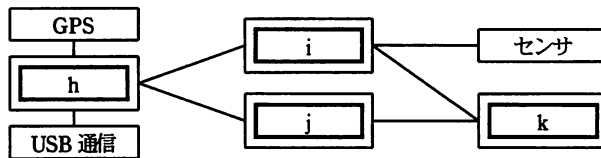

図 5 天体望遠鏡のタスク構成図
(1) 図 5 に示す天体望遠鏡のタスク構成図中の ~ に入れる適切なタスク名を答えよ。